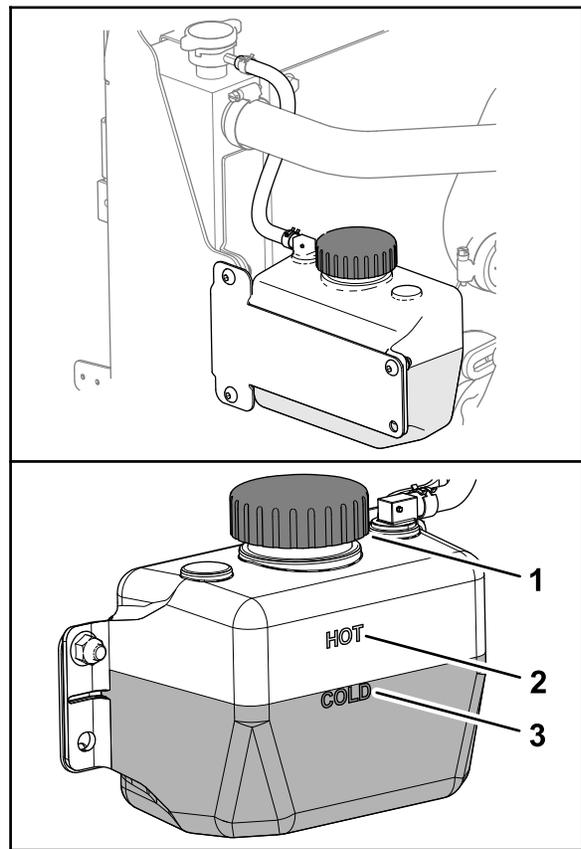

Figura 135
3. Compruebe el nivel de refrigerante en el depósito (Figura 135).